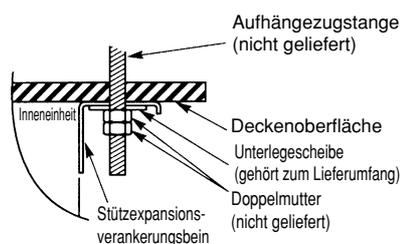
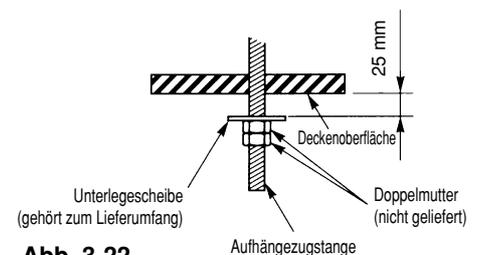

Abb. 3-20
Abb. 3-22
- (6) Vorbereitung der Einheit zum Aufhängen. Das Befestigungssystem der Einheit variiert je nach dem Installationstyp (an die Decke befestigt oder durch Zugstangen, in dem man zwischen der Decke und der Einheit einen Zwischenraum läßt (Abb. 3-20 und 3-21).
- (7) Die Einheit wie nachfolgend erläutert wird aufhängen:
- (a) Für jede Aufhängezugstange eine Unterlegescheibe und zwei Sechskantschraubenbolzen befestigen wie in der Abb. 3-22